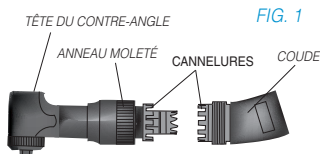

FIG. 1
- Desserrez suffisamment l'anneau moleté pour désengager les cannelures. (Fig. 1)